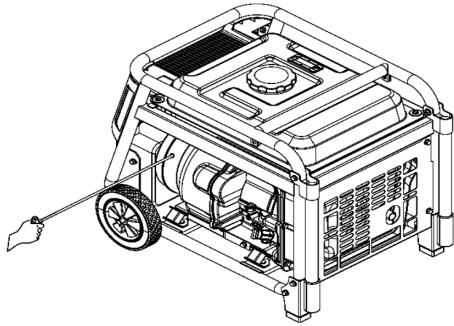

Abbildung 9 Ziehen des Startergriffs.
4.3 Ziehen Sie vorsichtig am Startergriff, bis Sie den Widerstand spüren, und ziehen Sie dann schnell in Richtung des unten gezeigten Pfeils. Siehe Abbildung 9.